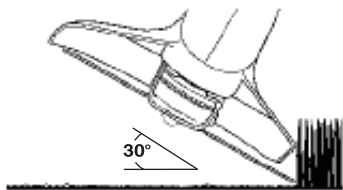

Fig. 12
- Gire toda la unidad de manera que el cabezal de corte quede a un ángulo de 30° respecto al suelo (Fig 12).